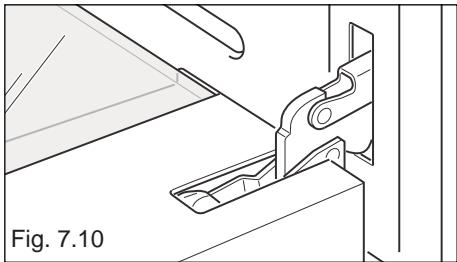

Fig. 7.10
- Ouvrez entièrement la porte du four (fig. 7.10).